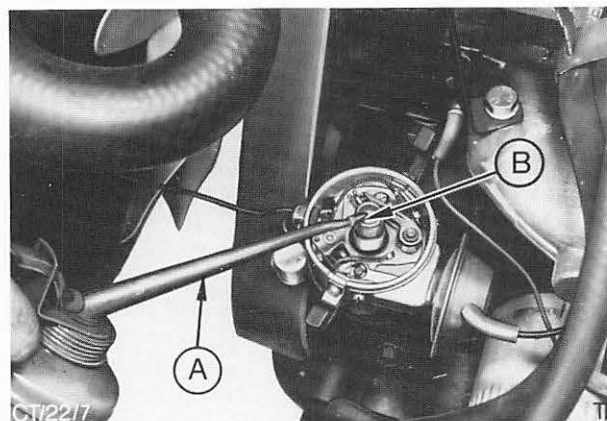

Abb. 5 Filz im Verteilernocken einölen
4. a) Filzstück im Verteilernocken (unter dem Verteilerläufer) mit zwei Tropfen Motoröl einölen. Abb. 5.